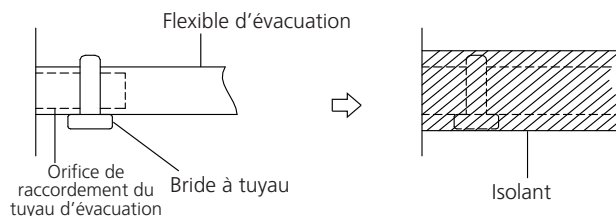

Fig. 26 – Installation du tuyau d'évacuation du module intérieur
2. Branchez l'extrémité du flexible d'évacuation au tuyau de sortie de l'appareil. Gainez l'extrémité du flexible et fixez fermement le flexible à l'aide d'une bride à tuyau (voir la figure 26).